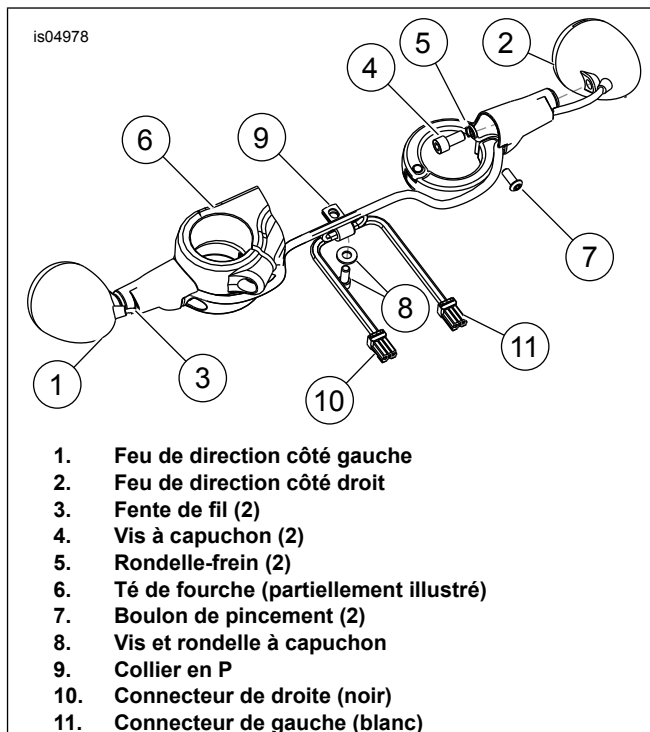

Figure 6. Installation du support de montage et du faisceau de fils
Voir Figure 6. Les supports de montage sont gravés LH (côté gauche) ou RH (côté droit). S'assurer d'installer chaque support sur le côté correspondant.
4. **TOUS les modèles** : Voir Figure 6. Acheminer avec soin le fil de la lampe de feu de direction dans la tige à travers la fente de fil (3).
5. Installer la vis (4) et la rondelle-frein (5) dans la tige et à travers le trou. Positionner la lampe de feu de direction contre l'extrémité de la tige et visser la vis dans le boîtier d'ampoule. Ne pas serrer complètement pour l'instant.
6. Mettre en place le support de montage sur la fourche inférieure sous le té de fourche (6). Aligner la lampe pour l'orienter vers l'avant et parallèlement au sol. Tout en préservant l'alignement, retirer l'ensemble et serrer la vis de montage de lampe (4) au couple de 8–9 N·m (70–80 in-lbs).
7. Installer l'ensemble de support de montage sur la fourche inférieure avec un boulon de pincement (7), en s'assurant :
- b. Vérifier si le fil présent est centré dans l'encoche de fil (3) à la base de la tige et s'il n'est pas pincé par la tige contre le support de fourche.
8. Serrer le boulon de pincement (7) au couple de 8–9 N·m (70–80 in-lbs).
10. Retirer la vis à capuchon et la rondelle (8) qui attachent la ou les conduites de frein avant au dessous du support de fourche inférieur, et mettre de côté.
11. Installer sans serrer la bride en P (9) et la conduite de frein avec la vis à capuchon et la rondelle (8).
14. Voir Figure 6. Installer les bornes femelles des faisceaux de feu de direction dans les parties de connecteur correspondantes du côté lampe en suivant les instructions du manuel d'entretien correspondant. Sauf observation contraire pendant la dépose, Côté gauche (connecteur blanc) (11) : Côté droit (connecteur noir) (10) :